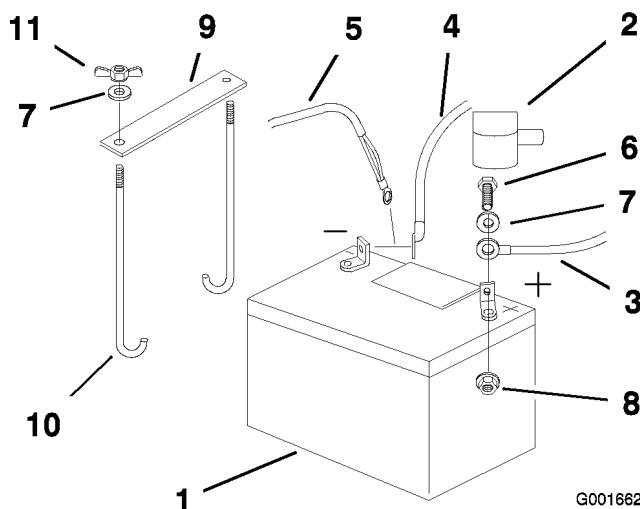

Figure 36
4. Commencez par débrancher le câble négatif et le câble de masse de la borne négative (-) de la batterie (Figure 36).
5. Ôtez le capuchon rouge de la borne positive (rouge) de la batterie. Débranchez ensuite le câble positif (rouge) de la batterie (Figure 36).
6. Retirez les deux écrous à oreilles (1/4 inch) de fixation de la barrette de fixation de la batterie (Figure 36).
1. Placez la batterie dans son support en tournant les bornes vers le moteur (Figure 36).
4. Fixez les câbles avec 2 boulons (1/4 x 3/4 po), 2 rondelles (1/4 inch) et 2 contre-écrous (1/4 inch) (Figure 36).
6. Fixez la batterie en position avec des boulons en J, une barrette de fixation et 2 rondelles (1/4 inch), ainsi que 2 écrous à oreilles ((1/4 inch)) (Figure 36).